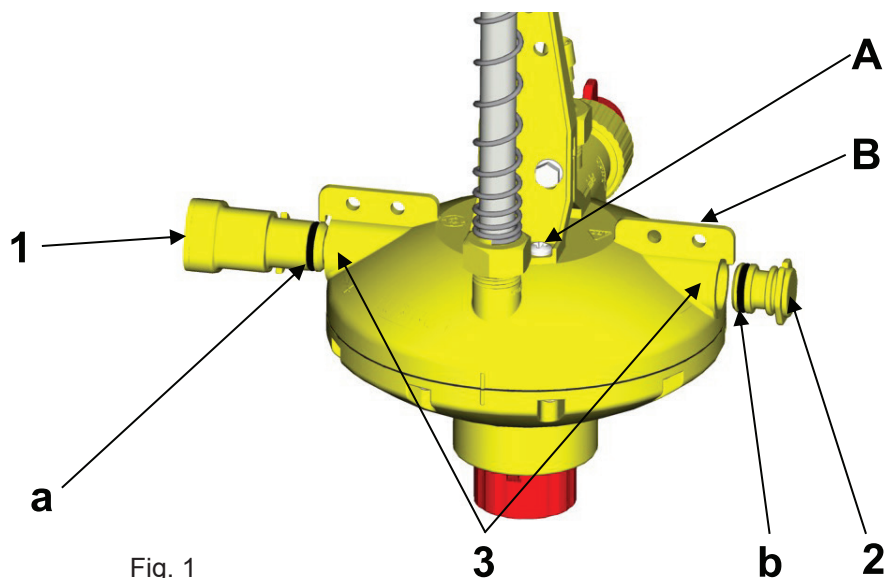

Fig. 1
- Cubra el empaque con lubricante (vaselina, grasa sin ácido, detergente) (ver fig. 1 en la página 2).